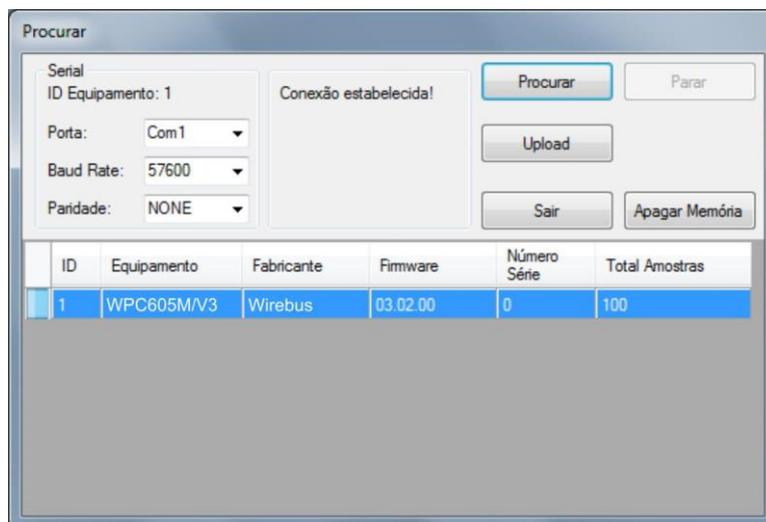

Figura 13 – Dispositivo encontrado
2. Após definir os parâmetros de porta serial o usuário deve clicar na opção “Procurar”. Caso estabeleça a comunicação com o WPC-605/MOTOR as informações referentes ao equipamento serão mostrados conforme a Figura 13 abaixo: